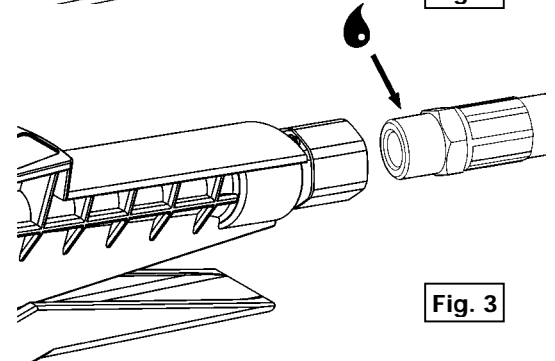

Fig. 3
- Connect the control valve inlet swivel to the fluid supply hose **using sealer** (see fig. 3).
- Conectar la rótula de entrada de la pistola de control a la manguera de suministro de fluido, **usando sellador** (ver Fig. 3).
- Brancher la rotule d'entrée de la poignée de distribution au flexible de distribution de fluide et serrer le tout à l'aide **d'une pâte d'étanchéité** (voir Fig. 3).
- Am Gelenk den Zufuhrschlauch für die Flüssigkeiten anbringen, mit **Dichtungsmasse** abdichten (Bild 3).